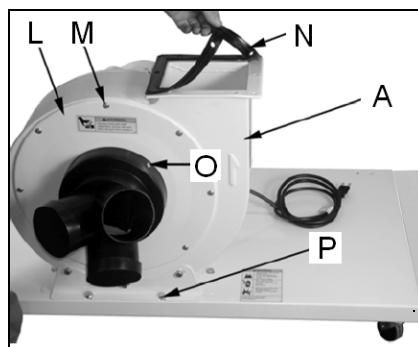

Fig 3
Befestigen Sie die Motor- Lüftereinheit (A, Fig 3) mit 4 Sechskantschrauben (P) und Scheiben an der Bodenplatte.
Befestigen Sie die Lüfterabdeckung (L, Fig 3) mit 8 Linsenkopfschrauben (M).